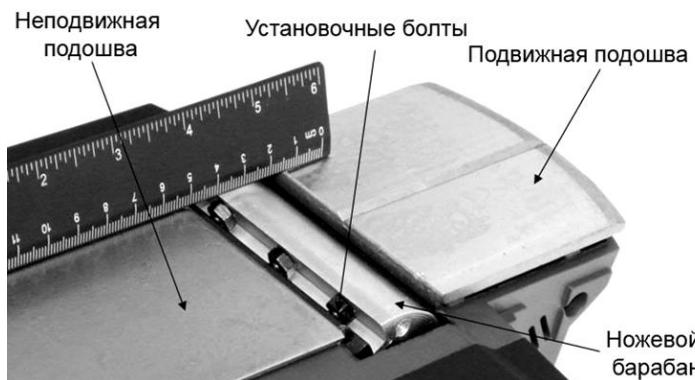

Рис. 7
- Переверните и закрепите рубанок вверх подошвой (См. Рис.7).